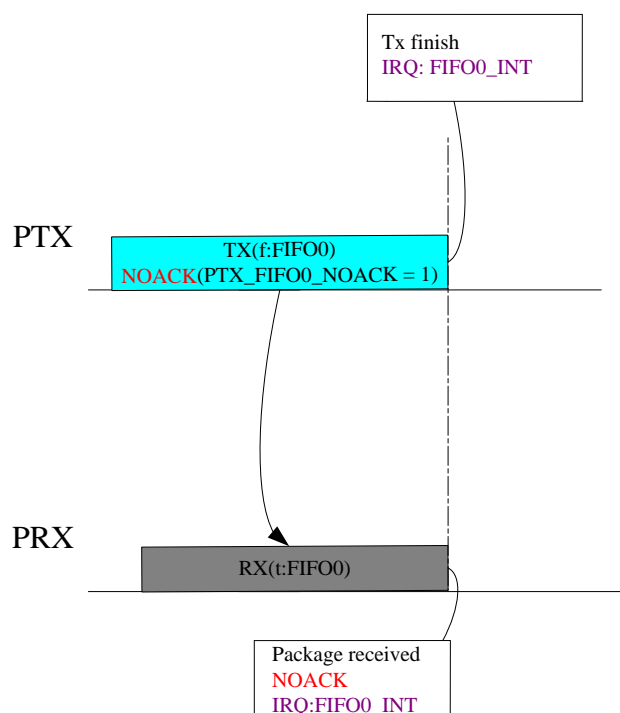

图 6-12 ACK 使能情况下 NOACK 功能中断示意图
- ◆ 在 ACK 功能使能时，通过配置 PTX_FIFO0_NOACK 控制位可告知 PRX 当前发送帧无需回复 ACK 帧（详见图 6-12）。
图 6-12 所示为收发 ACK 使能时，若设置 PTX_FIFO0_NOACK 为'1'，PTX 在发送数据包完成后中断标志位 FIFO0_INT 将置'1'，PRX 在接收数据包完成后中断标志位 FIFO0_INT 将置'1'。与 ACK 不使能情况类似，接收端在响应中断时需检查 PRX_PHR_ERR 与 PRX_CRC_ERR 指示位判断所收取包 PHR 与 PSDU 是否正确。